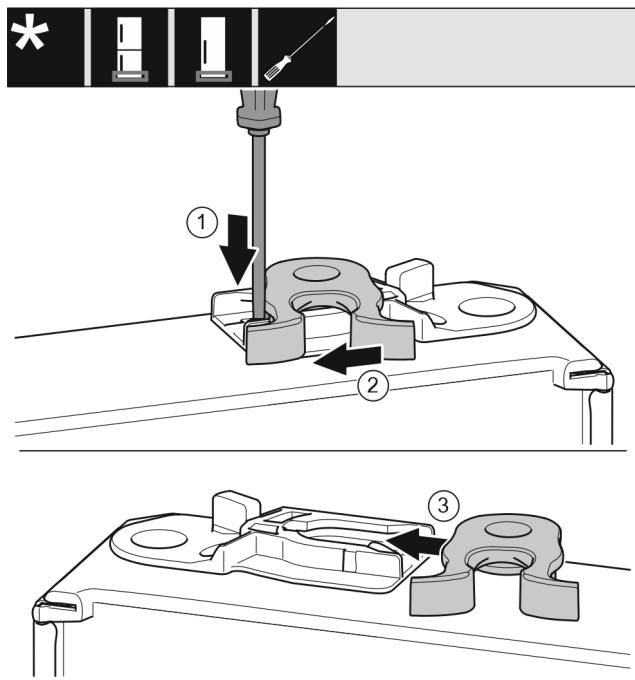

Fig. 17
- Lasche Fig. 17 (1) mit Schlitzschraubendreher nach unten drücken.
- Schliebhaken Fig. 17 (2) aus Führung ziehen.
- Schliebhaken Fig. 17 (3) auf anderer Seite in Führung schieben.